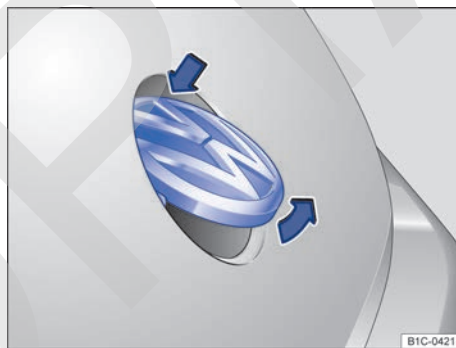

Fig. 58 En el lado exterior del portón del maletero: apertura del portón mediante el emblema de Volkswagen.
- Presione sobre la parte superior del emblema de Volkswagen → fig. 58. El emblema bascula hacia fuera. Levante el portón.